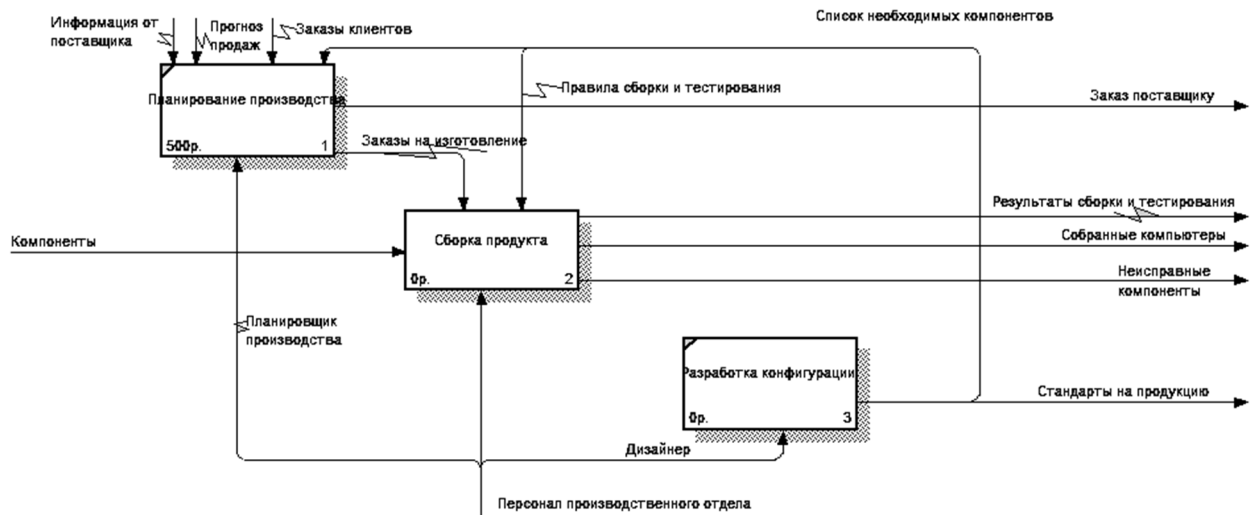

Рис. 31. Отщепленная дочерняя модель
26. Расположите стрелки как на рис. 31 и 32.